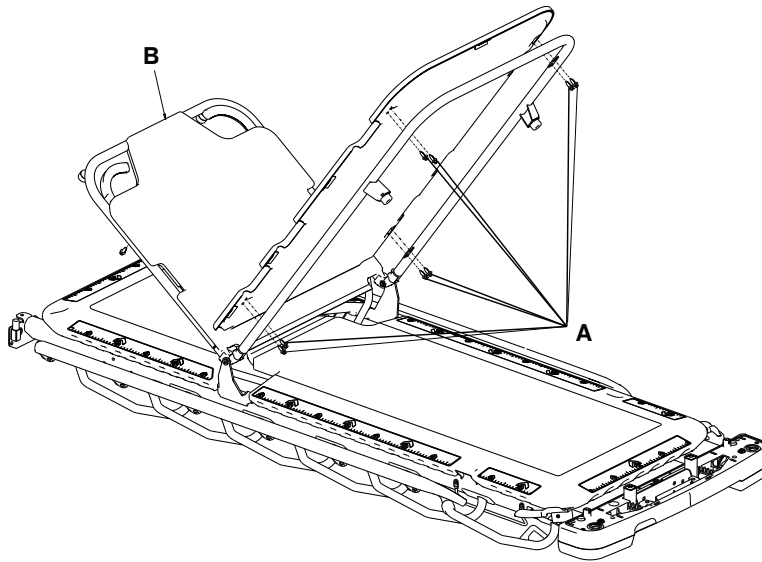

Figure 57 – Remplacement du revêtement du relève-buste, option Prime X
3. À l'aide d'un tournevis cruciforme n° 2, dévisser les huit vis scrulok (A) qui fixent le revêtement du relève-buste au châssis du relève-buste (Figure 57).